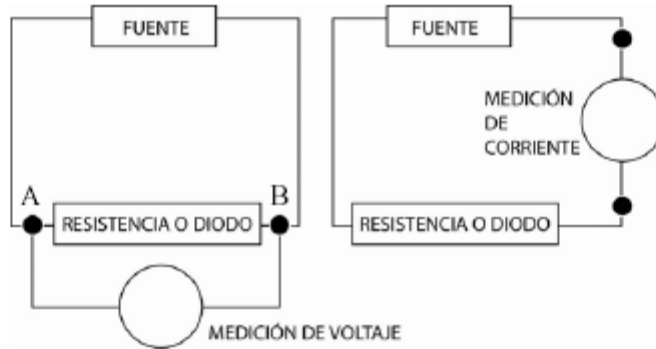

Figura 2. (a) Medición de Voltaje o Tensión “en paralelo”, (b) Medición de corriente “en serie”.
- Voltaje: en este caso se mide la diferencia de potencial entre dos puntos (A y B) del circuito que no necesariamente deben ser adyacentes ni cercanos. Para ello se debe conectar el multímetro “en paralelo” como indica la figura 2 (a). La resistencia interna de un voltímetro es muy grande y por tanto no consume intensidad aunque se conecte en paralelo con cualquier elemento del circuito.
• Corriente: en este caso se mide la corriente que pasa por una rama del circuito. Para ello se debe conectar el multímetro “en serie” como indica la figura 2 (b). El amperímetro posee una resistencia muy pequeña, de tal manera que no hay una caída de tensión apreciable entre sus terminales.